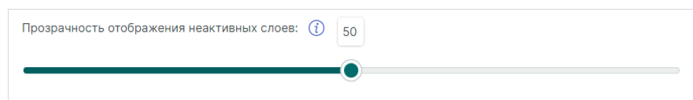

Рис. 85 Настройка прозрачности отображения неактивных слоев
- «Прозрачность отображения неактивных слоев» – прозрачности отображения неактивных слоев, где 0% – полная прозрачность, 100% – полная непрозрачность, см. Рис. 85.